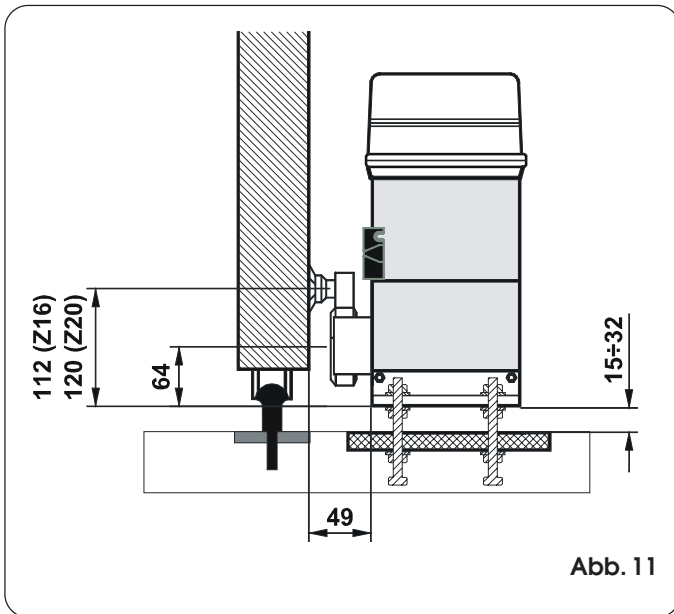

Abb. 11
- 4) Die Höhe der Stützfüße und den Abstand zum Tor unter Bezugnahme auf Abb. 11 einstellen.